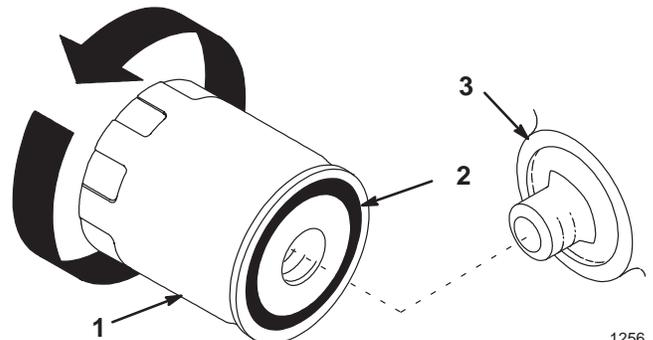

Figure 18
6. Changez le filtre à huile au besoin (Fig. 18).
2. Déposez le filtre à huile usagé et essuyez la surface du joint de l'adaptateur (Fig. 18).
3. Appliquez une fine couche d'huile neuve sur le joint en caoutchouc du filtre de rechange (Fig. 18).
4. Posez le filtre à huile de rechange sur l'adaptateur. Tournez le filtre dans le sens horaire jusqu'à ce que le joint rejoigne l'adaptateur, puis donnez 1/2 à 3/4 de tour supplémentaire (Fig. 18).